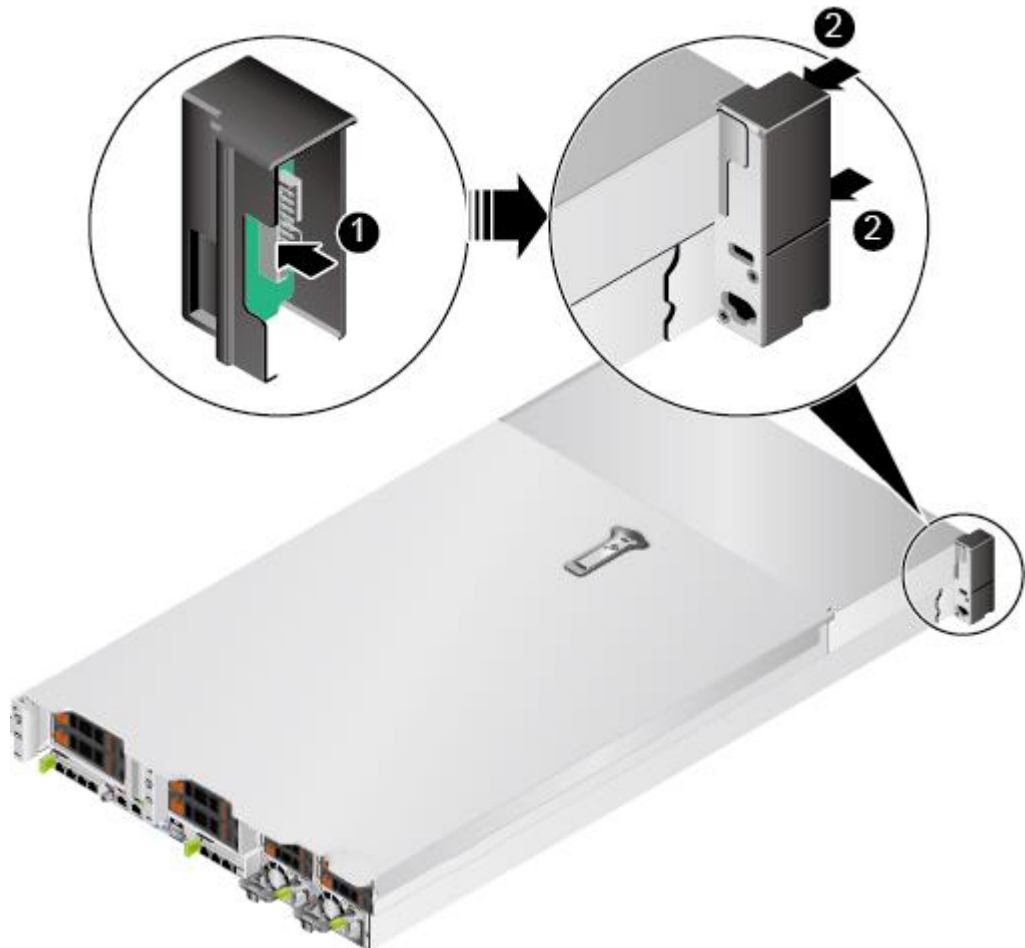

图 5-30 安装左挂耳板
7. 将左挂耳板插入挂耳中，如图 5-30 中的①所示。
8. 安装挂耳结构件外壳，如图 5-30 中的②所示。